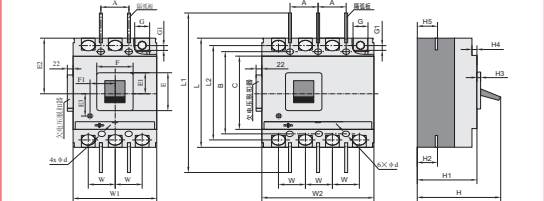

图6 板前接线外形及安装尺寸
6.1 NXMS-160、250、320、400、630、1000、1250、1600板前接线外形及安装尺寸见图6及表9；